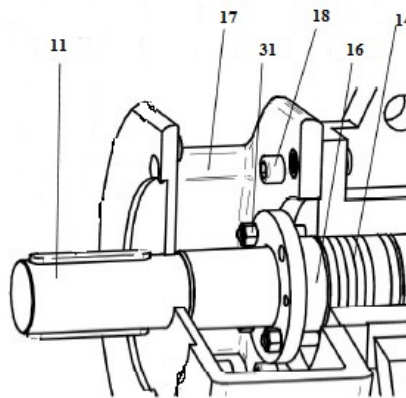
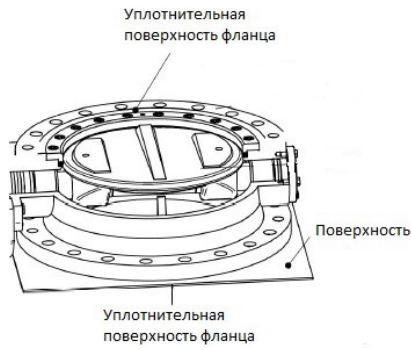

Рис. 6
Рис. 7
При работе с очень высокими рабочими температурами есть опасность получения ожогов компонентами, находящимися вне изоляции. Дисковый затвор должен быть охлажден. Замена сальника производится следующим образом (см. рисунок 6):
- Снимите дисковый затвор с трубопровода и разместите его на соответствующей поверхности (см. Рис.7,8), чтобы избежать повреждения уплотнительной поверхности фланца корпуса;
- Поверните диск (10) в полностью открытое положение;
- Выкрутите стяжные болты (24);
- Извлеките прижимное кольцо (9);
- Извлеките уплотнение (8);
- Тщательно очистите уплотнительную поверхность корпуса (6) и прижимного кольца (9).
- Разместите дисковый затвор на соответствующей поверхности (см. Рис.6);
- Вставьте новую прокладку седла (8) в соответствии с первоначальной конфигурацией. Это определяется в процессе испытаний давлением на производстве;
- Закройте диск (10). Смажьте новое металл – графитовое уплотнение (8) графитовой смазкой. Установите уплотнение (8) в корпус дискового затвора (6) и подгоните его под диск (10).
- Установите обратно прижимное кольцо (9), используя стяжные болты (24). Болты (24) должны затягиваться постепенным поперекрестным подтягиванием. Максимальные моменты затяжки указаны в Приложении 4;
- После визуальной оценки области уплотнения затягивайте болты (24) – прижимное кольцо (9) должно быть расположено соосно относительно корпуса с допуском 0,2 мм. Момент затяжки контролируйте динамометрическим ключом (см. Приложение 4);
- После успешной проверки затяните болты (24) и зафиксируйте их закерниванием.
- Снимите дисковый затвор с трубопровода и разместите его на соответствующей поверхности (см. Рис.6), чтобы избежать повреждения уплотнительной поверхности фланца корпуса;
- Желательно повернуть вал (4/11) и диск (10) в открытое положение;
- Зафиксируйте диск (10) в корпусе (6);
- Извлеките фланец (1) из корпуса как было описано выше;
- Выдавливайте верхний вал (11) в сторону крышки до тех пор, пока упорная верхняя втулка (12) и нижняя втулка (5) не вылезет из корпуса (6);
- Выньте вал (4/11) из корпуса (6) и диска (10);